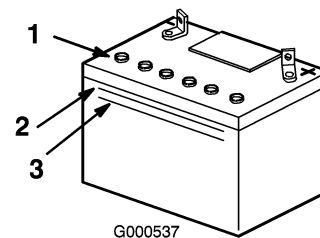

Bild 33
- Entfernen Sie die Entlüftungsdeckel von der Batterie (Bild 33).
- Gießen Sie langsam destilliertes Wasser in jede Batteriezelle, bis der Säurestand die obere Linie (Bild 33) am Batteriegehäuse erreicht.
- Sehen Sie sich die Seite der Batterie an. Der Füllstand muss bis zur oberen Linie reichen (Bild 33). Der Säurestand darf nicht unter die untere Linie fallen (Bild 33).
der Säurestand die obere Linie (Bild 33) am Batteriegehäuse erreicht.